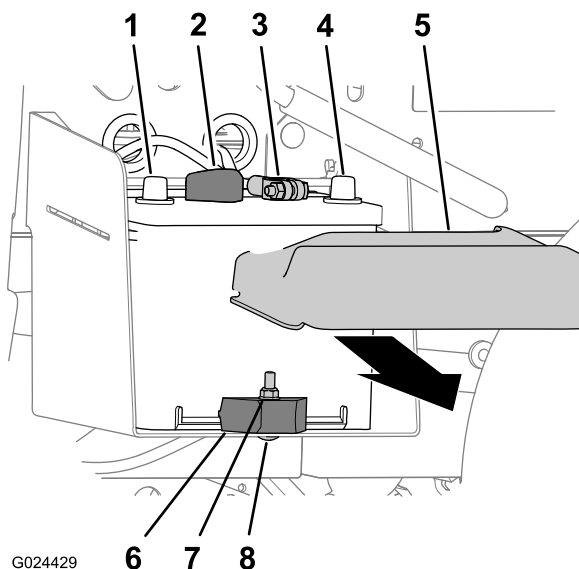

Figure 47
1. Appuyez de chaque côté du couvercle de la batterie et enlevez le couvercle en haut de la batterie (Figure 47).
- Débranchez le câble positif de la borne de la batterie (Figure 47).
- Débranchez le câble négatif de la borne de la batterie (Figure 47).
- Retirez le contre-écrou, le boulon de carrosserie et la barrette qui fixent la batterie à son support (Figure 47).
- Enlevez la batterie de son support (Figure 47).
- Alignez la batterie sur son support sur la machine (Figure 47).
**Remarque:** Vérifiez que les bornes positive et négative de la batterie sont alignées comme montré à la Figure 47.
- Fixez la batterie à son support au moyen de la barrette de maintien, du boulon de carrosserie et du contre-écrou (Figure 47).
- Rebranchez le câble positif à la borne de la batterie (Figure 47).
- Rebranchez le câble négatif à la borne de la batterie (Figure 47).
- Reposez le couvercle au sommet de la batterie (Figure 47).